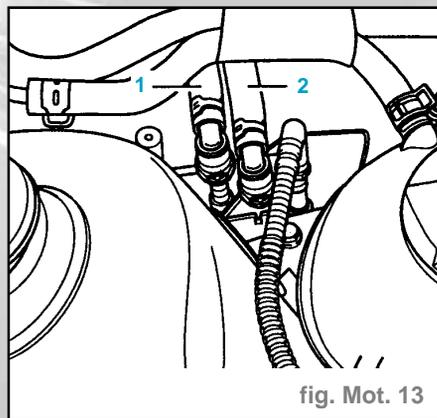

fig. Mot. 13
- Débrancher la conduite d'alimentation de carburant (1) et la conduite de retour de carburant (2) en exerçant une pression sur les touches de déverrouillage au niveau du point de jonction (fig. mot. 13).